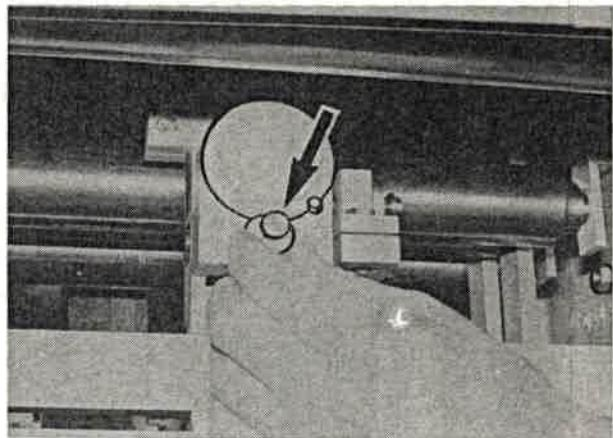

Bild 241
10. Sperrstück so weit verdrehen, bis es einrastet (Bild 241).
11. Das Einstellen des Einfärldrucks erfolgt nach Inbetriebnahme des Tintendruckers an der Rändelschraube (Bild 241/Pfeil).